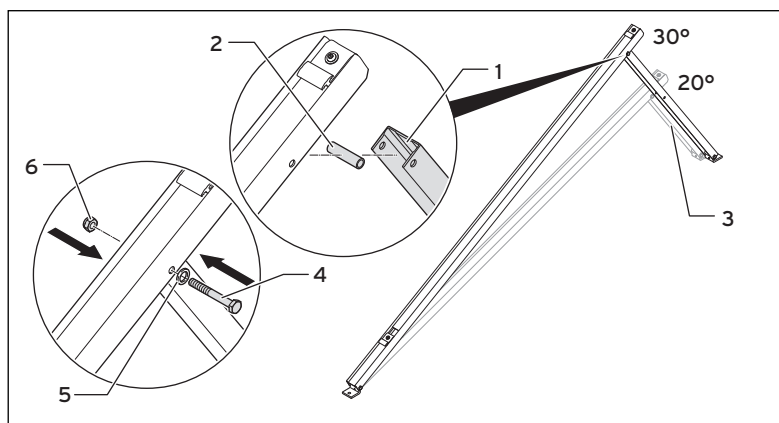

Рис. 5.11 Сборка каркасов
- Затяните винты ножек (5).
- Затяните винты на установочной планке (→ Рис. 5.11, поз. 4).
- Настройте ножку установочной планки так, чтобы она могла стоять на голландской черепице (1).
- Привинтите верхние гайки (2) и прочно затяните гайки сверху ножки (с SW 17).
- Отделите резьбовой стержень прямо над гайкой (3).
- Зачистите стыки (4).